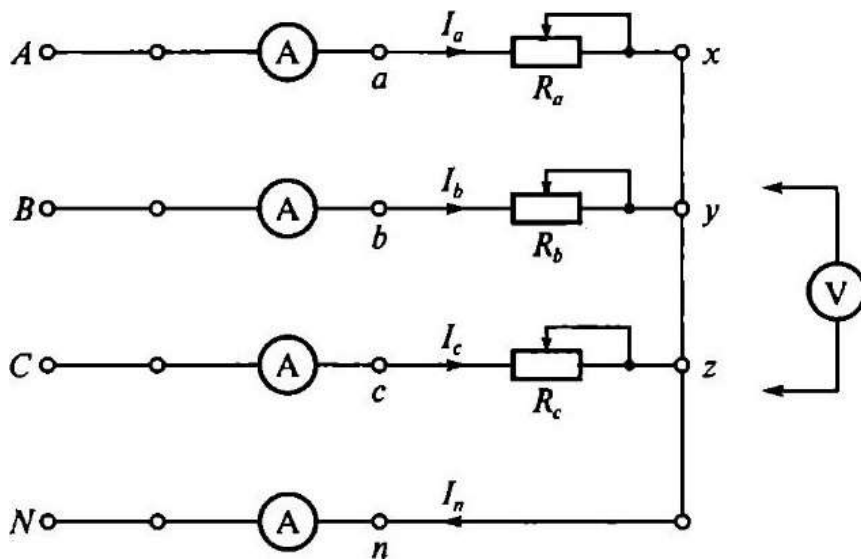

Рис. 5.1. Схема трехфазной ЭЦ с активной нагрузкой однофазных приемников, соединенных «звездой»
Схема электрической цепи (ЭЦ) с включенными в нее измерительными приборами приведена на рис. 5.1. В качестве измерительных приборов в работе используются: миллиамперметры переменного тока для измерения линейных и фазных токов и тока в нейтральном проводе — 4 шт.; вольтметр переменного тока для измерения линейных и фазных напряжений, а также напряжения смещения нейтрали.
1. Собрать ЭЦ в соответствии с рис. 5.1. С помощью переключателя пределов установить наибольшую номинальную величину измерительных приборов. После проверки схемы преподавателем подать напряжение в ЭЦ, при этом должны загореться соответствующие сигнальные лампы, показанные на рис. П.3. Измерить вольтметром линейное напряжение U_L , которое должно лежать в диапазоне $(36 \pm 3,6)$ В.
5. На основании данных табл. 5.1 и 5.2 с учетом рис. 5.1 вычислить полные сопротивления фаз 4 и углы сдвига фаз между током и напряжением (РФ, результаты занести в табл. 5.3).
3. В табл. 5.4 даны значения линейного напряжения и фазных сопротивлений ЭЦ, приведенной на рис. 5.1. Номер варианта соответствует номеру стенда. На основании данных табл. 5.4 для своего варианта вычислить фазные напряжения и токи для ЭЦ (нейтральным